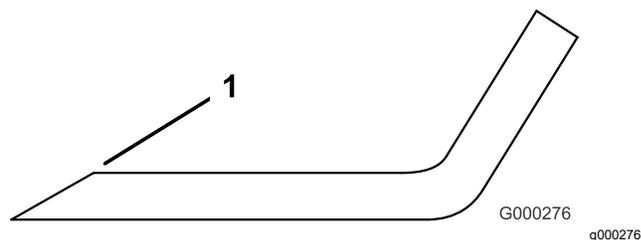

Figura 85
3. Inspeccione as extremidades de corte de todas as lâminas e afie-as se apresentarem sinais de desgaste ou ranhuras (Figura 85).
Nota: Afie apenas a zona superior da parte cortante e mantenha o ângulo de corte original para garantir um desempenho eficaz da lâmina (Figura 85). A lâmina manterá o equilíbrio se retirar a mesma quantidade de material de ambas as extremidades de corte.